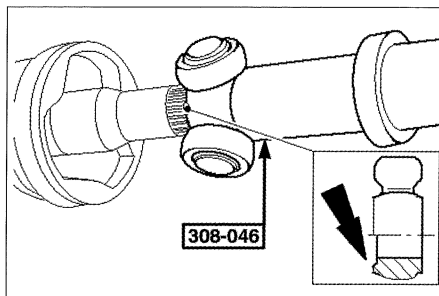

FIG. 5
- Con un martillo pequeño o un botador apropiado (útil Ford 308-046 ó 16-016), calar a presión el tripode en el eje (**fig. 5**) y montar un anillo de seguridad nuevo.
El tripode tiene un chaflán que debe estar dirigido hacia el lado opuesto del anillo de freno (**fig. 5**).